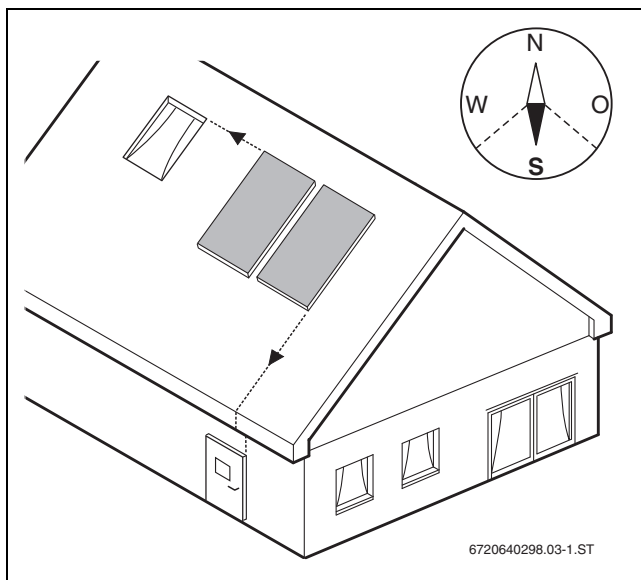

Рис. 18 Тщательно выровняйте коллекторы
- По возможности направляйте коллекторы на юг (→ рис. 18).
- Размещайте поле коллекторов так, чтобы оно находилось на одной линии с окнами, дверьми и др. (→ рис. 18).